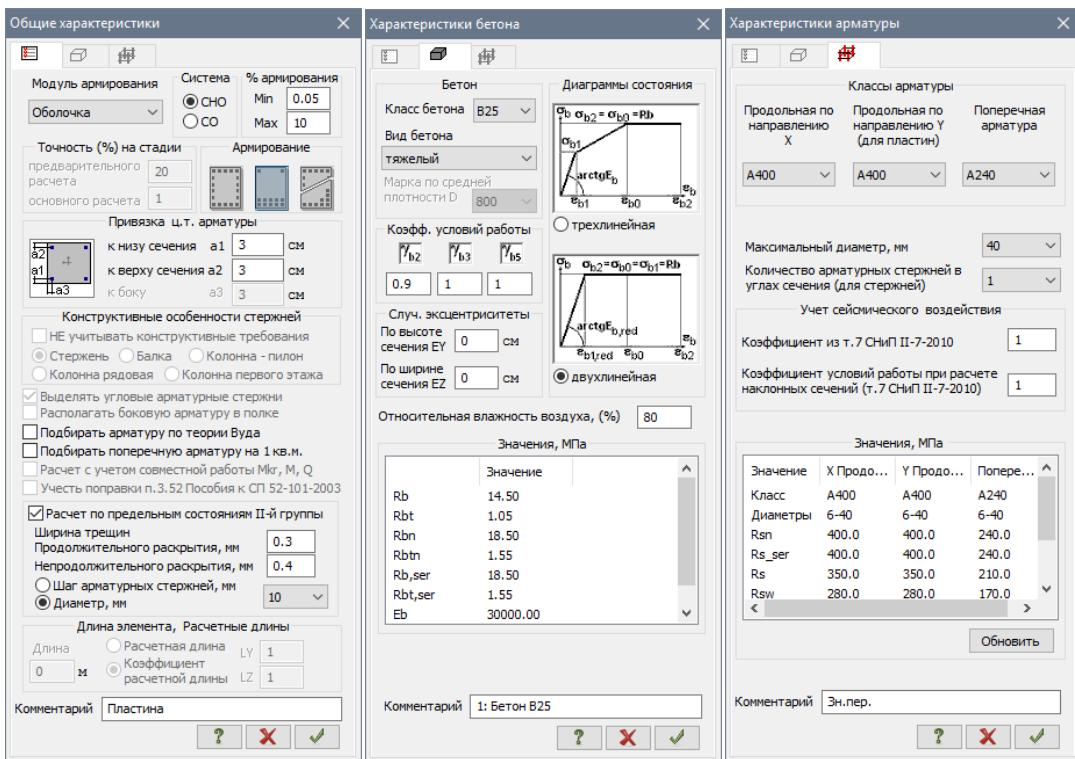

Рис.7.2. Диалоговые окна *Общие характеристики, Бетон, Арматура*
- На экран выводится диалоговое окно Общие характеристики (рис.7.2), в котором при необходимости можно откорректировать данные. В частности защитные слои. Максимальный защитный слой 1/3 сечения.